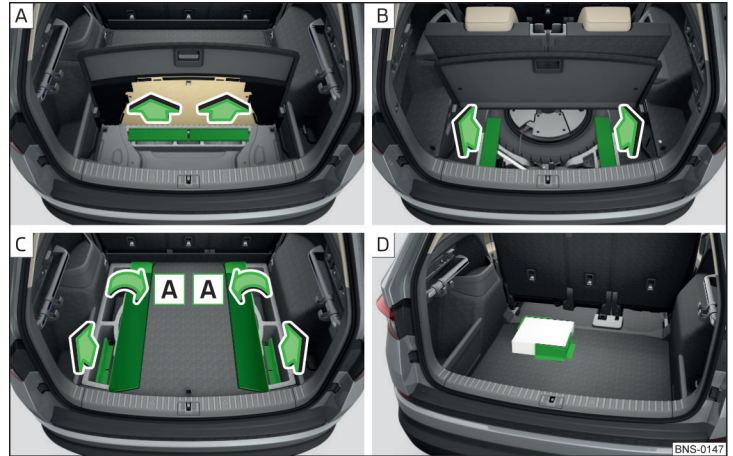

Abb. 151 Abnehmen: Variante 1 / Variante 2 / Variante 3 / Befestigungsbeispiel der Ladung
- Vor dem Gebrauch die Cargo-Elemente in Richtung der Pfeile herausnehmen » Abb. 151 - **A**, **B**, **C**.
- Um die Cargo-Elemente bei der Variante 3 zu erreichen, zuerst die Seitenteile des Bodenbelags in Richtung der Pfeile **A** umklappen » Abb. 151 - **C**.
- Die Ladung mittels der Cargo-Elemente möglichst in der Nähe der Rücksitze befestigen » Abb. 151 - **D**.